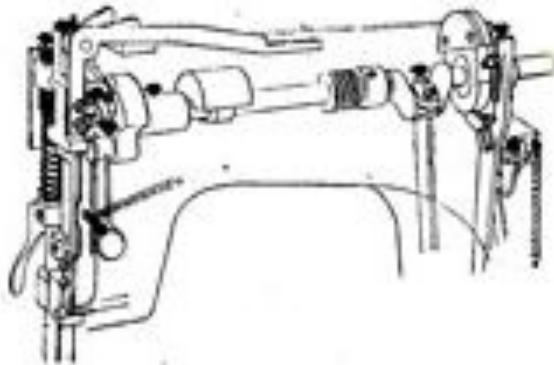

Рис. 17
7.1. Места смазки головки машины (рис. 17)